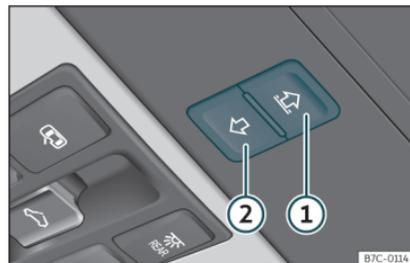

Fig. 90 Nel rivestimento interno del tettuccio: tasti della tendina parasole.
I tasti  fig. 90 (1) e (2) presentano due livelli. Nel primo livello è possibile aprire o
- *Tendina parasole*: nei 5 secondi successivi dall'attivazione della funzione anti-trappola, premere il tasto **>>> fig. 90**  finché la tendina non si sarà chiusa completamente.